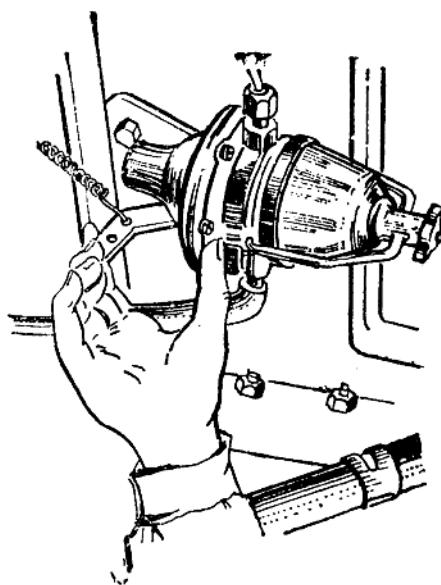

图1-30 就车测试汽油泵压力
(1) 汽油泵最大输出压力试验。(图1-29)为简单的试验方法：用手摇动手摇臂或推动内摇臂看出油接头喷油的情况。如果从出油接头喷出有力的脉动油流，说明汽油泵良好。(图1-30)为拆卸总成之前就车测试检查的方法。